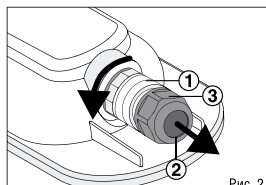
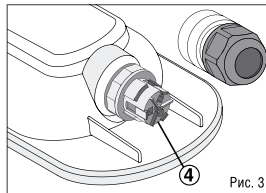

Рис. 2
Рис. 3
- Для подключения светильника к сети необходимо открутить колпачок коннектора ① (Рис. 2), вставить сетевые провода в уплотняемое отверстие ② в гайке ③ и подключить к клеммной колодке ④ в коннекторе в соответствии с указанной маркировкой: 1 – клемма L1, 2 – клемма N, 3 – клемма L2 (Рис. 3). Клемма L2 предназначена для реализации вкл/выкл внешнего выключателя светильника. Проверить надежность электрических соединений. После подключения плотно закрутить колпачок и гайку коннектора, в уплотняемое отверстие свободного коннектора установить заглушку (в комплекте) для обеспечения защиты IP65. Степень защиты IP65 обеспечивается только при использо-